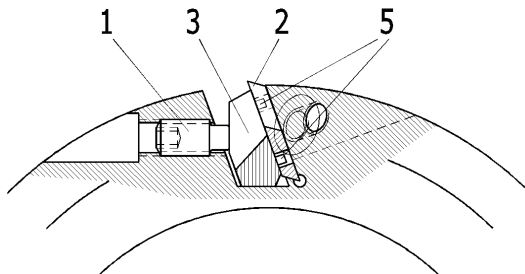

Abb. 1
(s. Abb.1 und 2)
2. Anschlagschraube (4) nicht lösen.
3. Gewindestift (1) mit Sechskantschlüssel nur soweit lösen, dass die Druckbacke (3) mit der Schneide (2) aus dem Messersitz vollständig entfernt werden kann.
5. Gewendete oder neue Schneide ausserhalb der Messeraufnahme mit der Druckbacke zusammenführen. Darauf achten, dass die Sicherungsstifte (5) der Druckbacke in die dafür vorgesehenen Aufnahmebohrungen der Schneide eingreifen.
6. Die Schneide gemeinsam mit der Druckbacke präzise in die Messeraufnahme einsetzen (s. Abb. 1). Darauf achten, dass die Anschlagkante der Schneide im Sitzgrund aufliegt.